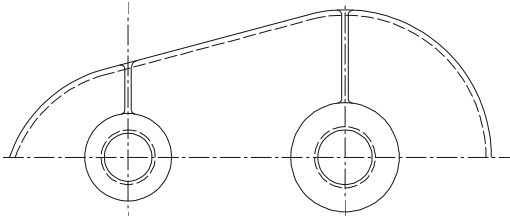

图 8-2-5
STEP 05 筋板和箱盖主体连接的地方的是圆弧过渡连接。用圆命令画出和筋板、箱盖相切的圆（画圆选项中有一项是“切点、切点、半径”命令），然后把多余部分剪切掉，所得效果如图 8-2-5 所示。